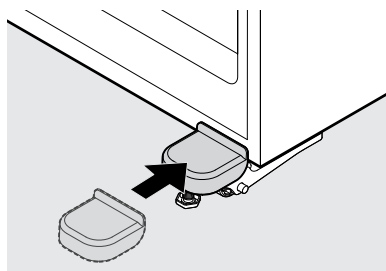

Figure 8
18. Réinstallez le couvercle de la charnière en repliant délicatement les languettes du couvercle vers l'extérieur tout en faisant glisser le couvercle par-dessus la charnière jusqu'à ce qu'il s'enclenche (certains modèles, voir figure 8).